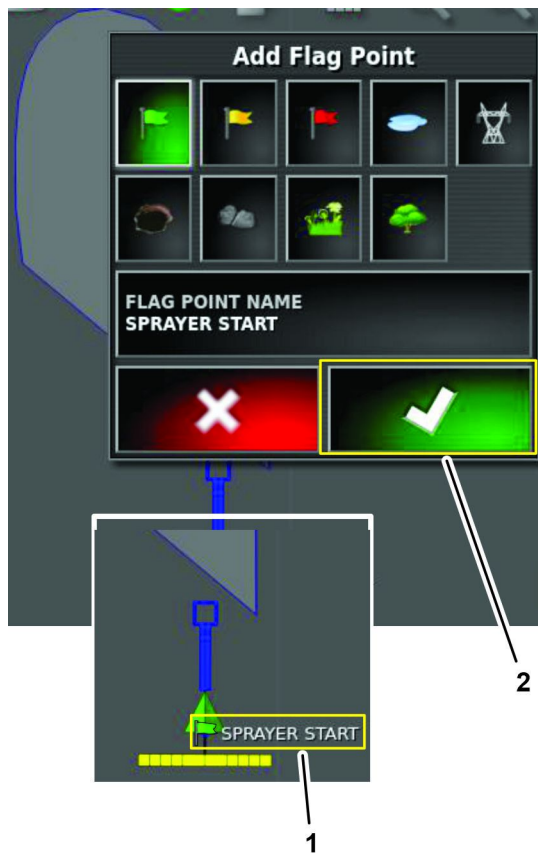

図 82
6. フラッグポイント追加用ダイアログボックスの承認アイコンを押す 図 82。